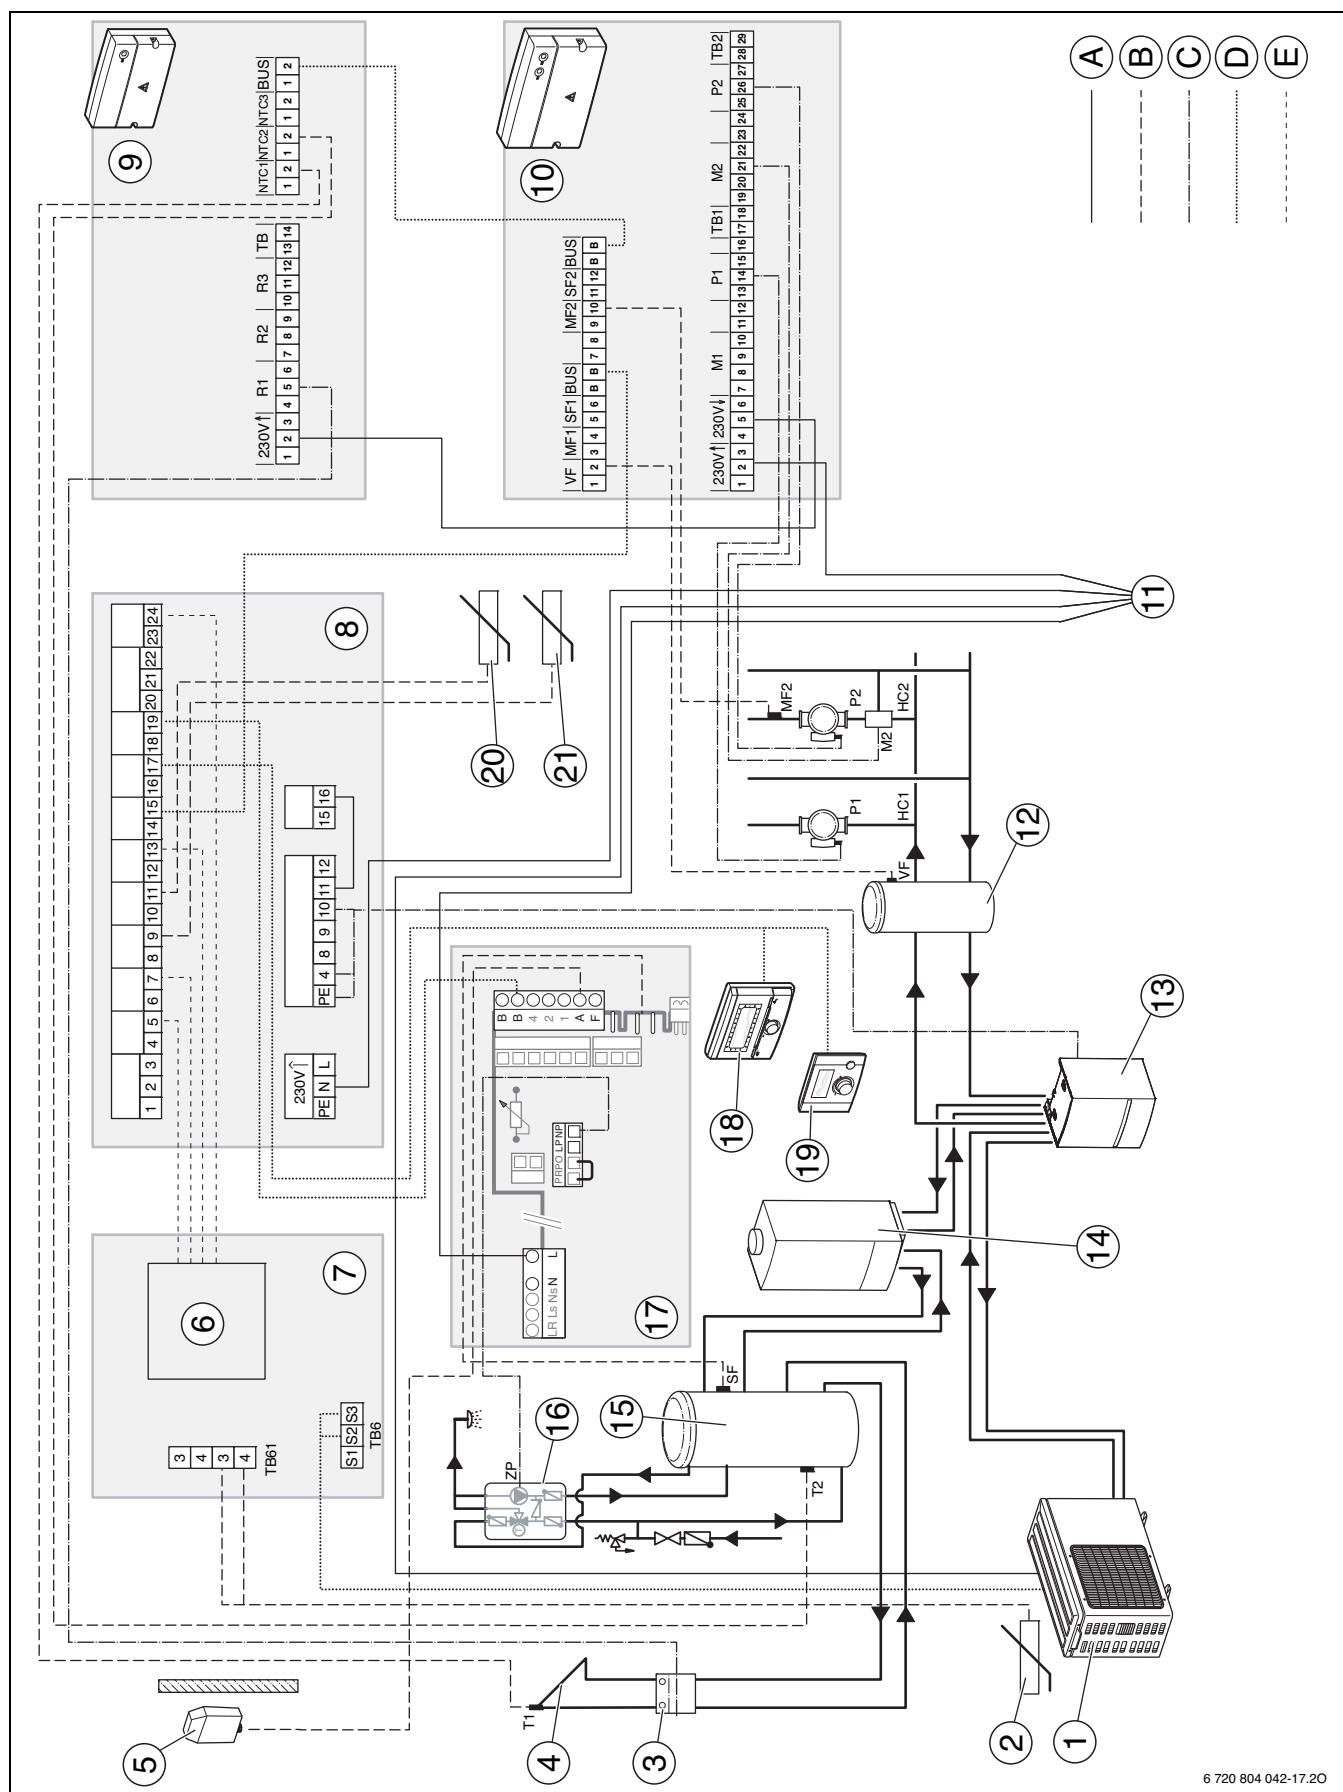

Bild 79 Beispiel elektrische Verdrahtung
Legende zu Bild 79, Seite 86:
Die Verbindungen der BUS-Systeme sind wie in Bild 79 dargestellt herzustellen. Die Inbetriebnahme ist nicht möglich, wenn die BUS-Leitungen falsch angeschlossen sind. Die 2-Draht-BUS-Leitung zwischen Heizgerät und Hybrid-Regelmodul darf nicht mit dem 2-Draht-BUS der restlichen BUS-Komponenten (ISM 1, IPM 2, FW 200) verbunden werden.
- Wenn durch die Spannungsversorgung (230 V AC) weiterer Module über ein Modul der maximale Ausgangsstrom dieses Moduls überschritten wird, Module direkt an die Spannungsversorgung 230 V AC (→ Bild 79, [11]) anschließen.